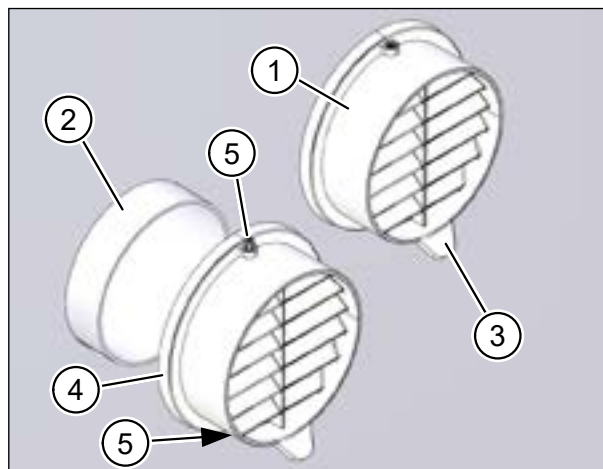

Рис. 14: Прикрепить крышки воздухозаборника
- ▶ Аккуратно насадите фасадные решетки (поз. 1 на рис. 14) на вентиляционные трубы (поз. 2 на рис. 14). Проследите, чтобы уплотнители не были повреждены.
- ▶ Смонтируйте носики для сбора капель (поз. 3 на рис. 14) вниз.
- ▶ Прижмите обе пластиковые насадки таким образом, чтобы пластиковое кольцо (поз. 4 на рис. 14) плотно прилегало к фасаду, и удерживайте их в данном положении.
- ▶ Осторожно закрутите верхний и нижний винты Torx (поз. 5 на рис. 14) до упора. Они врезаются в вентиляционные трубы и фиксируют таким образом круглые насадки.